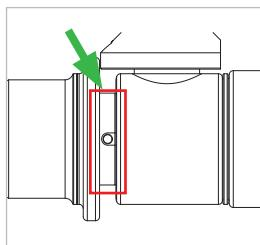

Figure 8
- ▶ Tournez le levier de commande (pos. 3) de 90° de position OFF en position ON. Vaporisez le lubrifiant une fois sur la zone marquée (*Figure 8*).